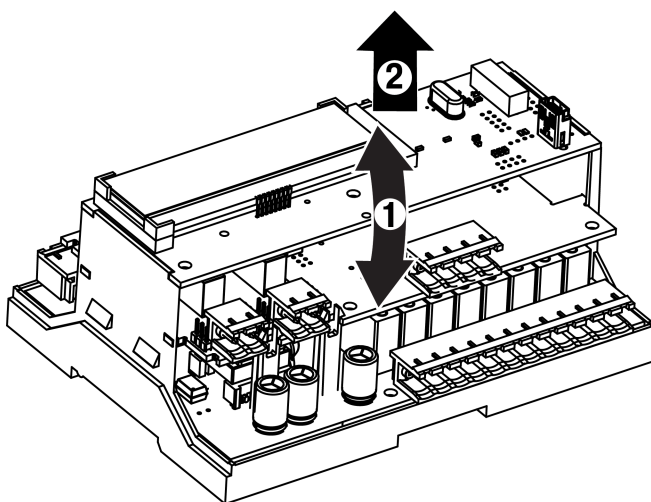

Рисунок 8.3 – Схема розбирання ПР200. Демонтаж верхньої плати
2. Утримуючи у торців і акуратно розхитуючи, відокремити верхню плату від штирьових рознімачів середньої плати (див. рисунок 8.3).